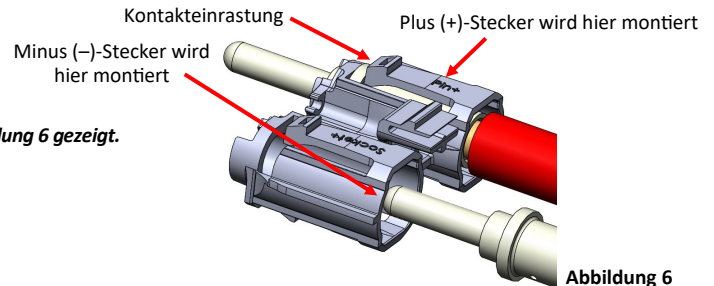

Abbildung 6
**VORSICHT: Richtige Polarität beachten. Die positive und negative Steckerseite wird in Abbildung 6 gezeigt.**